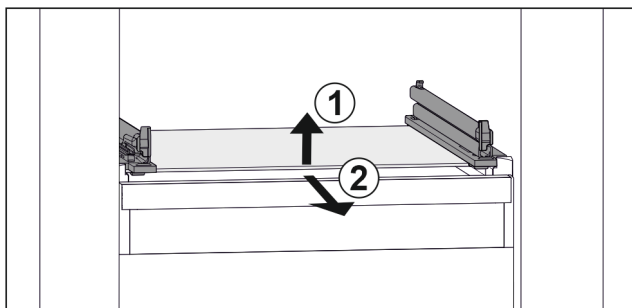

Fig. 30 Exemple de représentation de la tablette en verre
- Soulever la tablette en verre par l'avant. Fig. 30 (1)
- Retirer la tablette en verre par l'avant. Fig. 30 (2)